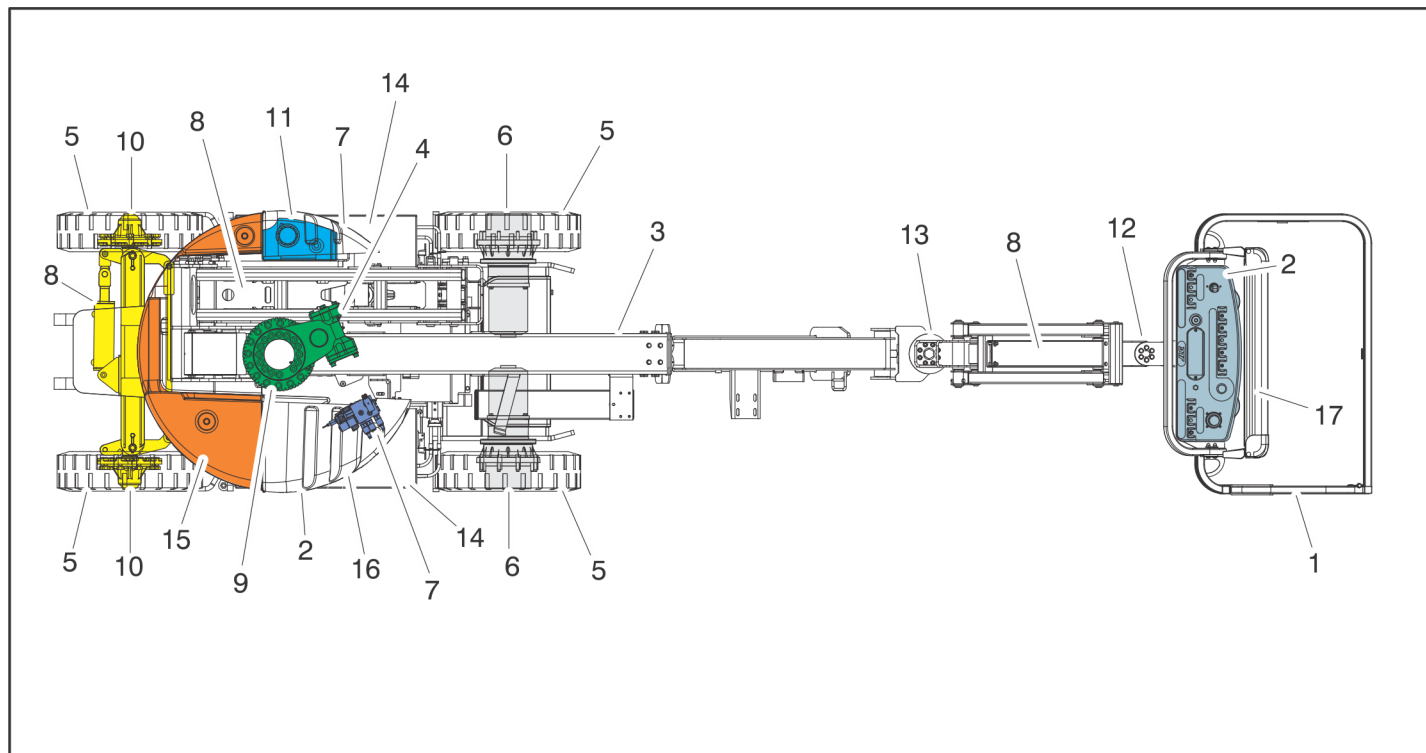

Figura 2-2. Inspección visual diaria – Hoja 1 de 3
5. **Inspección visual** – Consultar la Figura 2-2.